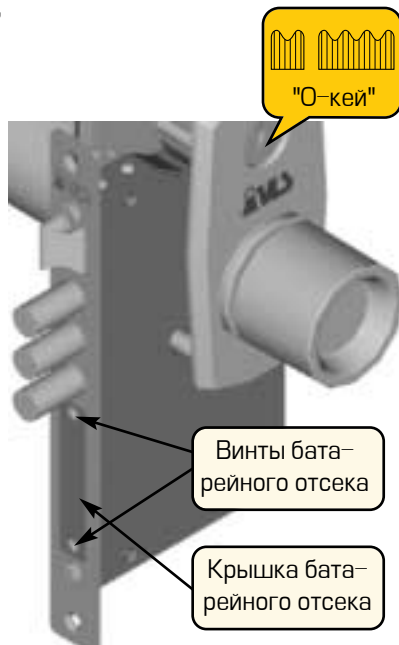

Рисунок 9 – Установка батарей
- С помощью отвертки вывинтите два винта крепления крышки батарейного отсека на торцевой поверхности замка (рис. 9).
- Взявшись за вывинченные винты, снимите крышку и извлеките из корпуса замка батарейный отсек (рис.9).